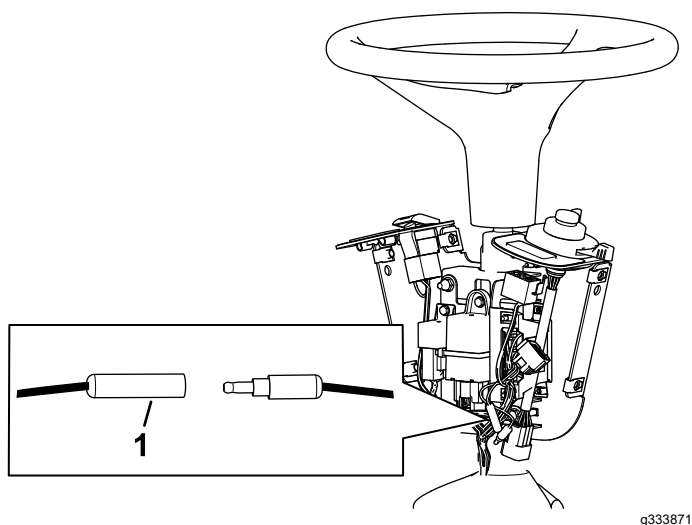

Figura 10
11. Deixe os conectores bala desligados, como se mostra na Figura 10.